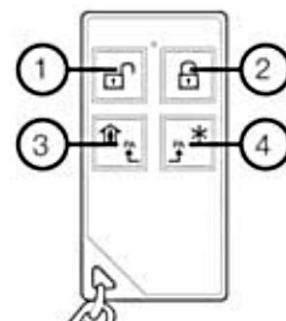

Рисунок 28. Кнопки брелока FW2-RMT-8F
2. Брелок – сначала удалить предыдущую регистрацию одновременным нажатием кнопок ② и ③ (см. рисунок 28). Регистрация – одновременно нажать кнопки ③ и ④;